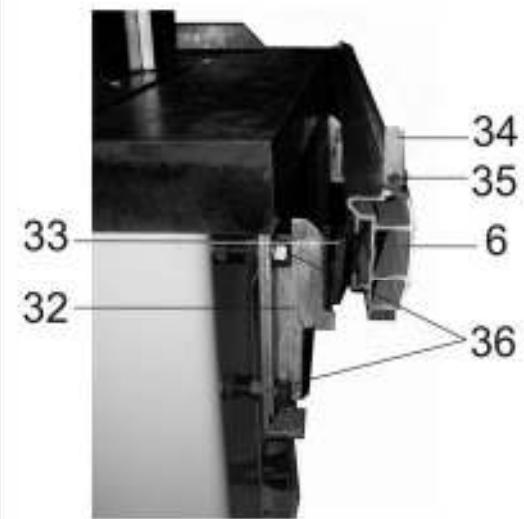

Рис. 6
8.2.2. Выкрутить болт (35), снять ограничитель (34), на направляющей (6) установить подвижный рабочий стол (8), установить ограничитель (34) на прежнее место и зафиксировать, как показано на Рис.6 болтом (35).